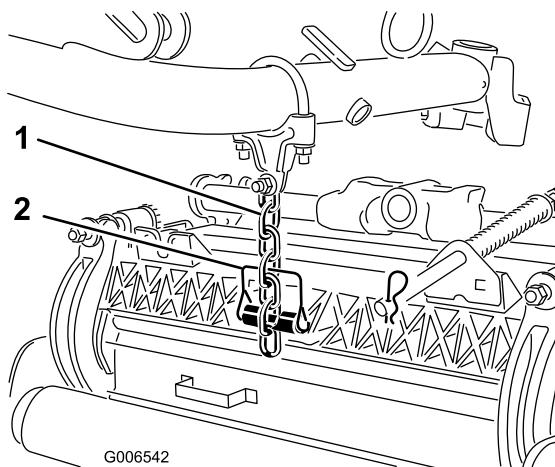

図 13
8. スナップピンを使って、升降アームのチェーンをカッティングユニットのチェーンブラケット図 13に、以下の手順で固定する。